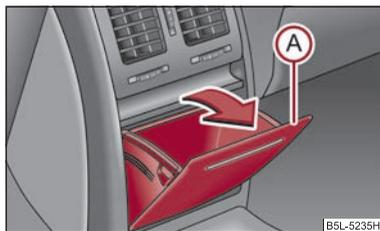

Fig. 97 Consolle centrale posteriore: scomparto portaoggetti
- Lo scomparto si apre tirando il bordo superiore  in direzione della freccia ⇒ fig. 97.